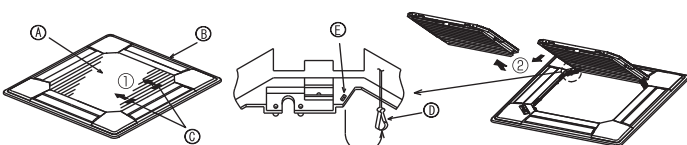
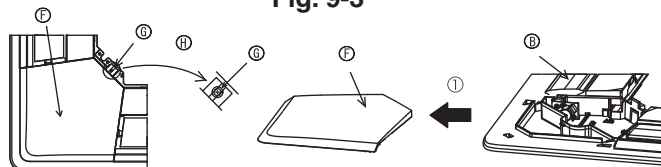

Fig. 9-3
Fig. 9-4
9.2.1. Retrait de la grille d'admission (Fig. 9-3)
• Pour ouvrir la grille d'admission, faire glisser les leviers dans le sens indiqué par la flèche ①.
• Lorsque la grille se trouve en position « ouverte », retirer la charnière de la grille d'admission comme indiqué par la flèche ②.
9.2.2. Retrait du panneau en coin (Fig. 9-4)
• Retirer la vis du coin du panneau en coin. Faire glisser le panneau comme indiqué par la flèche ① pour le déposer.
[Fig.9-3] [Fig.9-4]